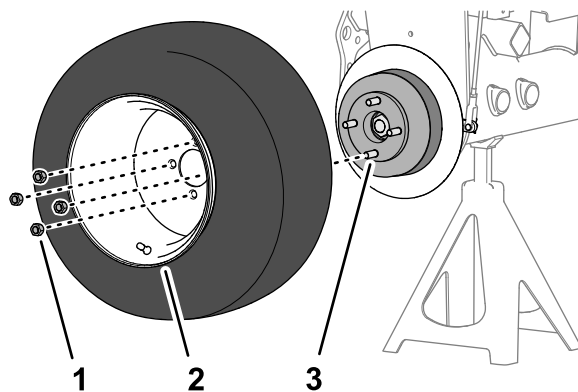

图 60
1. 卸下将前车轮固定至轮毂的 4 个车轮螺母然后卸下车轮图 60。